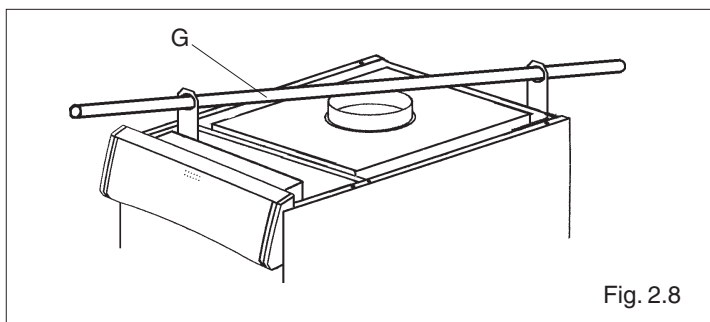

Fig. 2.8
- sollevare la caldaia utilizzando un tubo da 1" (G) inserito nei due golfari (fig. 2.8)